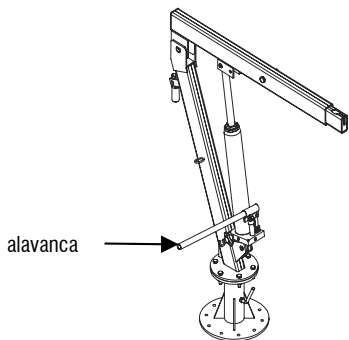

Fig. 8 – Funcionamento
- a. O guincho possui uma velocidade de acionamento, sendo acionado manualmente pela alavanca indicada na Fig. 8.